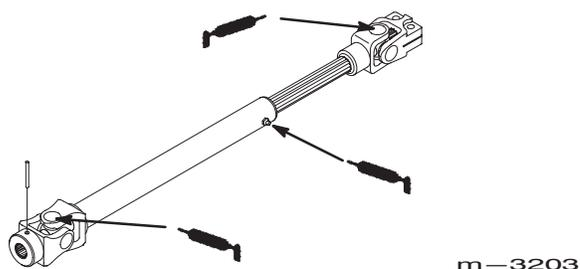

Figure 66
2. Lubrifiez les graisseurs de l'arbre de transmission et des joints universels (Fig. 66).